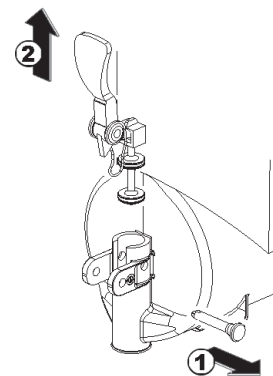

figura 11
- 5 Disassemblare il rubinetto con la sequenza indicata (vedere figura 11).
- 3 Riasssemblare il rubinetto sul contenitore con sequenza inversa rispetto a quanto fatto per lo smontaggio (vedere figura 11).